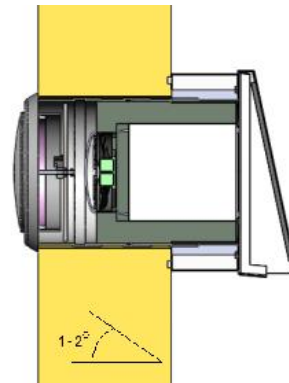

Рис.12
- При сверлении отверстий в стене **наклон наружу должен быть около 1-2%** (рис. 12)